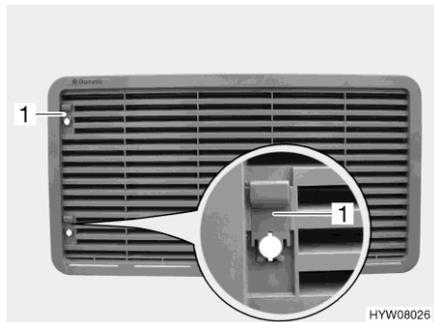
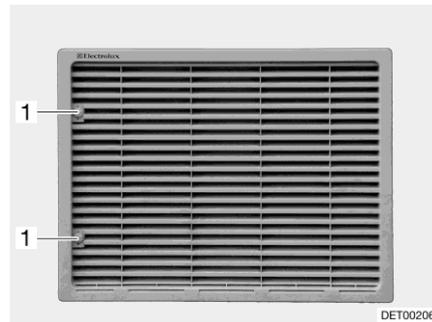

Bild 145 Kühlschrank-Lüftungsgitter
Bild 146 Kühlschrank-Lüftungsgitter
- Je nach Ausführung: Schieber (Bild 145,1) nach oben schieben oder Schraube (Bild 146,1) mit einer Münze eine viertel Umdrehung drehen.